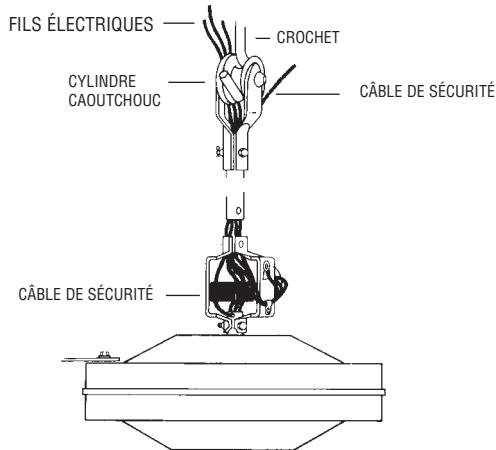

Figure 2
- Faites glisser le chapeau de couverture supérieur (B) en forme de cloche en le remontant sur la tige. Faites aussi glisser le chapeau de couverture inférieur (C) vers le haut de la tige.
- Passez les 5 fils et le câble de sécurité au travers du trou central de la manille acier de connexion au-dessus du moteur (A), puis continuez de passer fils et câble au travers de la tige creuse de suspension jusqu'à ce qu'ils ressortent par l'extrémité de manille supérieure.
- Montez la tige de suspension sur la manille de moteur (A) et replacez la vis 6 pans. Serrez l'écrou 6 pans sur la rondelle élastique et écartez la goupille.
**CONSEIL :** Le câble de sécurité doit être fixé sur un côté de la manille avec de la bande adhésive d'électricien pour l'empêcher de reposer sur le dessus du moteur durant le fonctionnement (*voir la Figure 2*).
- Faites glisser le chapeau inférieur (C) vers le bas pour être à au moins 6,35 mm au-dessus du moteur.